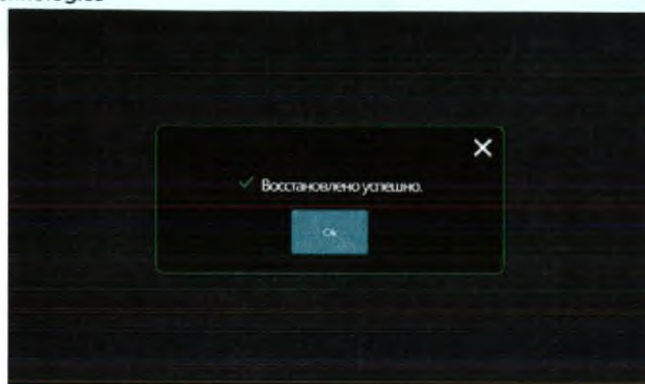

Рис.12.7 – Успешная загрузка шаблона
12.14 В случае успешной загрузки шаблона появится окно следующего вида как показано на рис.12.7.